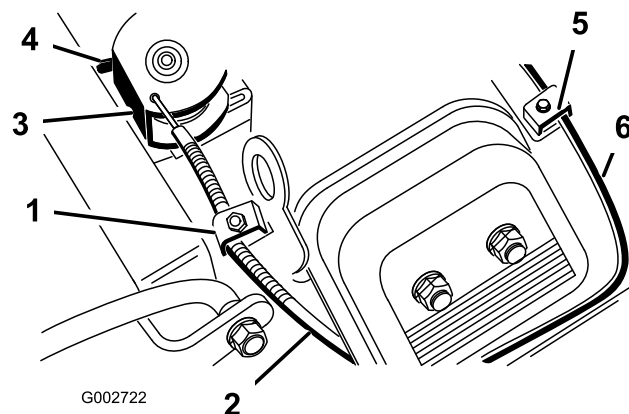

Рисунок 39
2. Ослабьте винт зажима тросика дроссельной заслонки, который крепит тросик к двигателю (Рисунок 39).
4. Сильно потяните за тросик дроссельной заслонки, чтобы задняя часть шарнира коснулась упора (Рисунок 39).
2. Ослабьте винт зажима тросика воздушной заслонки, который крепит тросик к двигателю (Рисунок 39).
4. Сильно потяните за тросик воздушной заслонки (Рисунок 39), чтобы ее дроссель полностью закрылся; затем затяните винт зажима тросика.